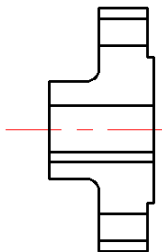

图 8-43 创建圆角
(17) 倒圆角。单击“圆角”按钮 ，在图形中创建如图 8-43 所示的两处圆角，圆角半径为 5。